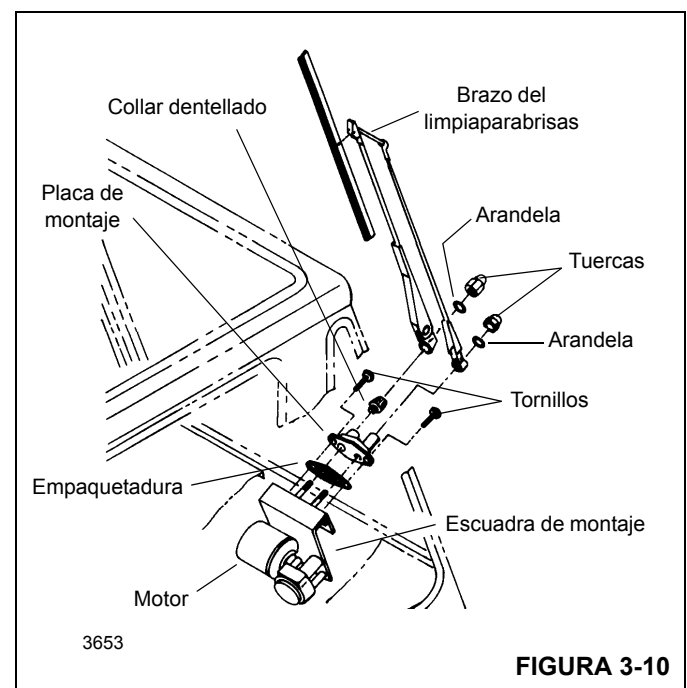

FIGURA 3-10
2. Conecte el motor del limpiaparabrisas a su escuadra con tornillos y arandelas (vea la Figura 3-10). Conecte el eje del motor del limpiaparabrisas a la manivela del motor del limpiaparabrisas con la tuerca y la arandela.